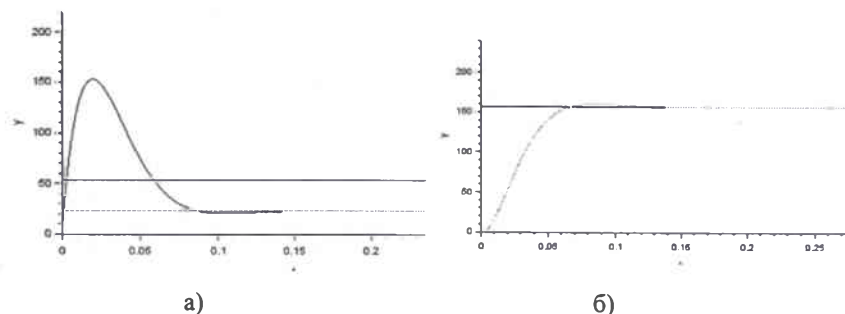

Рис.1.
3. Запуск модели на выполнение и вывод графиков зависимостей тока в якорной цепи (рис. 1, а) и угловой скорости (рис. 1, б) от времени.